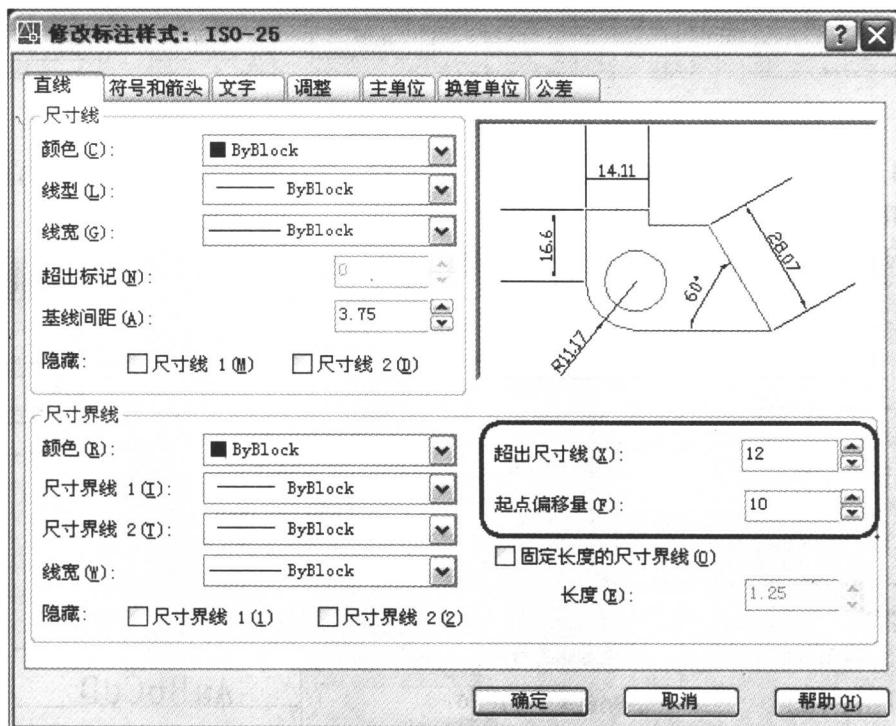

图 1-12
(12) 单击【修改】按钮，系统弹出“修改标注样式”对话框，将“直线”选项中的“超出尺寸线”和“起点偏移量”分别改为 12 和 10，如图 1-12 所示。